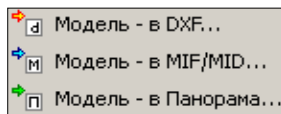

Рис. 13.12
1. В меню **Данные/Экспорт** (рис. 13.12) следует выбрать соответствующую команду.